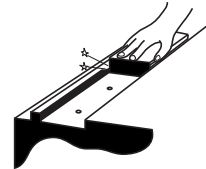

Abb. 2 Montagefläche reinigen
1. Die Montageflächen mit einem Ölstein abziehen, Grate, Unebenheiten und Schmutz entfernen (Abb. 2).